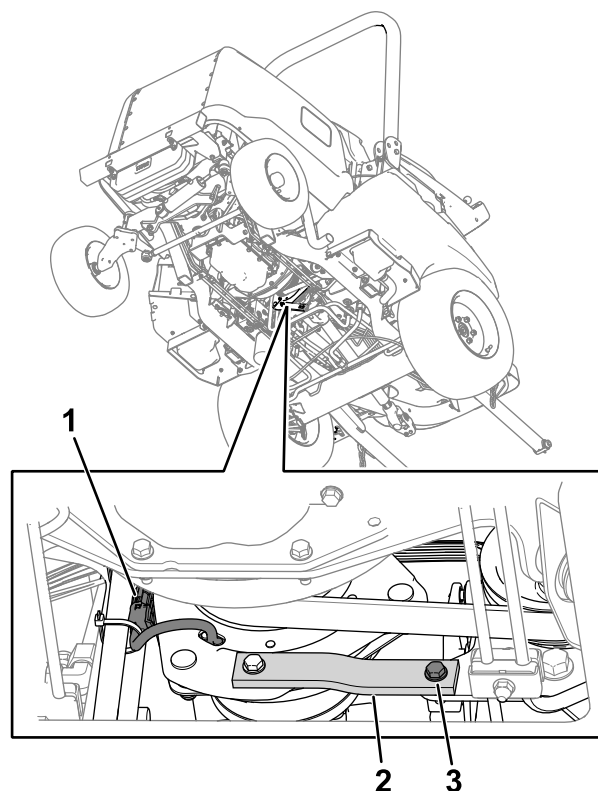

図 75
2. 機体のワイヤハーネスから、クラッチ用ワイヤハーネスのコネクタを外す 図 75。
3. フレームについている金属製とゴム製のストラップ 図 75 から、ボルト、ワッシャ、ナットを外す。